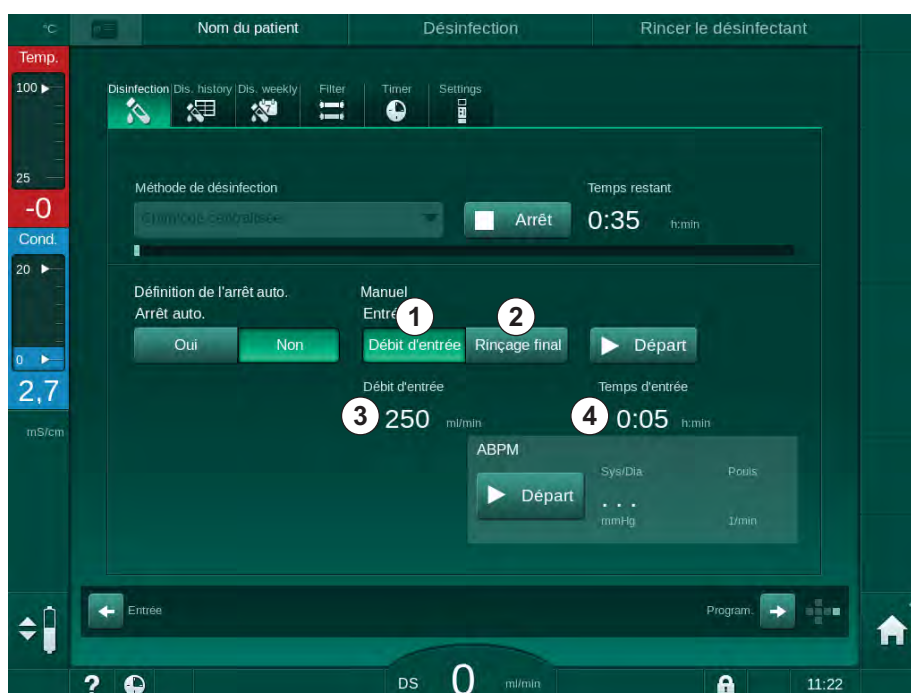

Fig. 7-10 Désinfection chimique centralisée manuelle
Durant la première partie de cette méthode de désinfection, le désinfectant est récupéré depuis l'alimentation centralisée en eau et pompé à travers l'appareil (Fig. 7-10, ①). Le débit d'entrée ③ et la durée d'entrée ④ sont prédéfinis dans le mode *Configuration utilisateur*. L'alimentation sur l'entrée est arrêtée une fois la durée prédéfinie écoulée.